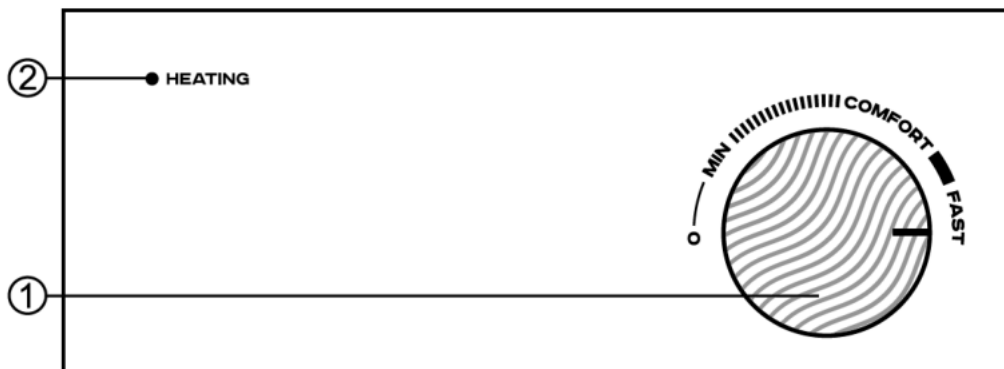

Рисунок 4\*
3. Установите ручкой терморегулятора желаемую температуру нагрева воды, поворачивая ее по часовой или против часовой стрелки. Должна загореться индикаторная лампочка «HEATING» (рисунок 4). Когда вода нагреется до установленной температуры, индикаторная лампочка «HEATING» погаснет, когда температура воды понизится, подогрев включится автоматически и восстановит нужную температуру воды.